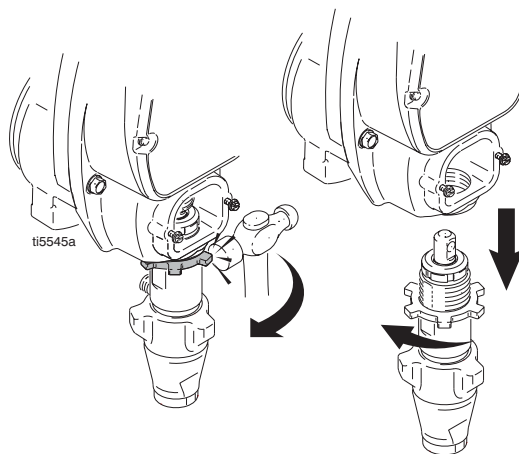

Рис. 17
6. Рис. 17. Ослабьте контргайку (G) сильным ударом молотка. Выкрутите насос.